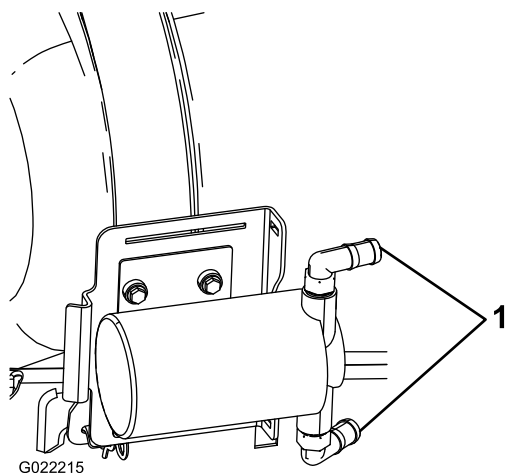

Figura 10
5. Ligue as uniões roscadas da bomba como se mostra em Figura 10.